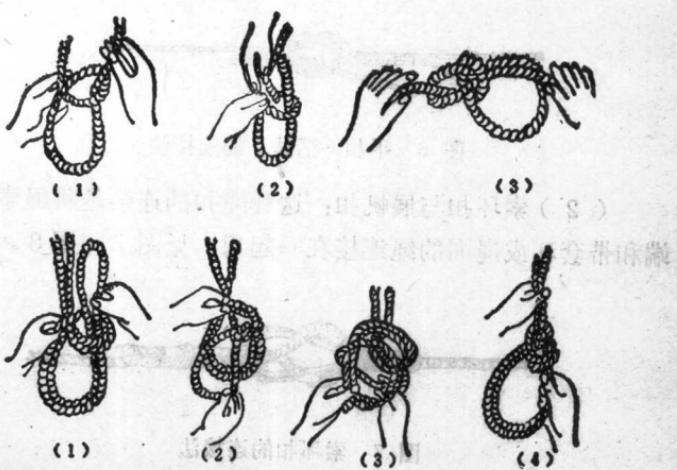

图 9 琵琶扣的连接法
(3) 琵琶扣：又叫单环扣或双环扣，连接法见图 9。这种绳扣牢固可靠，打结迅速，解扣方便。